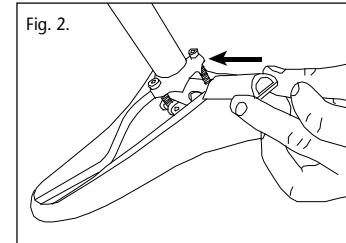

Fig. 2.
7. Slide the saddle rails under the cap and slide the cradle in from the side. (fig 2). Hold down the top of the cap with your finger and adjust the saddles fore/aft position and angle.
7. Glissez les rails de la selle sous le capuchon et glissez latéralement le châssis. (fig 2). Retenez le dessus du capuchon avec votre doigt et ajustez l'avant de la selle, l'angle, et la position de l'arrière.
7. Schieben Sie die Sattelschienen unter das Oberteil und schieben Sie den Sattelschlitten von der Seite her ein (fig. 2). Halten Sie das Oberteil mit einem Finger fest, während Sie die Position des Sattels einstellen (sowohl den Winkel als auch die horizontale Position).
7. Inserire le barrette della sella sotto il coperchio e far scivolare la culla all'interno lateralmente. (fig 2) Trattenere il coperchio con il dito e posizionare la sella avanti ed indietro ed angolarmente.